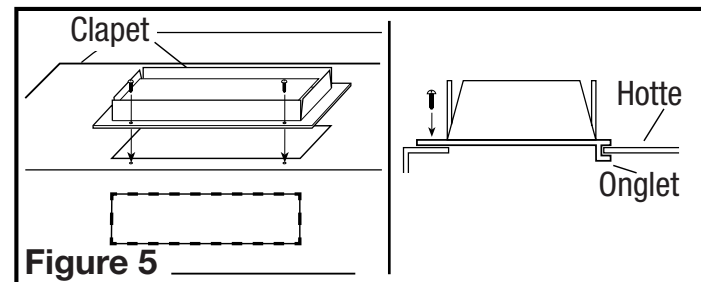

Figure 5
- Déterminez où le service électrique entrera dans la hotte et enlever les alvéoles défonçables électriques appropriées en insérant un tournevis dans la fente et en le repliant vers l'avant et l'arrière jusqu'à ce que les alvéoles deviennent lâches (**Figure 5**).
- Si vous installez le conduit de 8,25 cm sur 25,4 cm horizontal ou vertical, installer l'assemblage de clapet à la hotte en glissant la section à onglets du clapet sous le corps de la hotte et en vissant les deux vis fournies. À l'aide de ruban adhésif approuvé, appliquez autour du col pour sceller les fuites d'air (**Figure 5**).